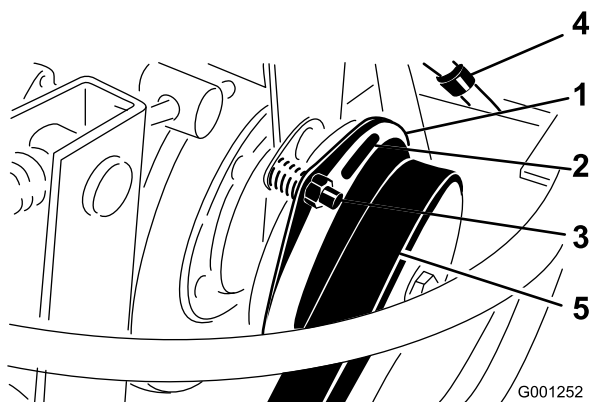

Figure 66
3. Réglez l'entrefer de façon à pouvoir passer une jauge d'épaisseur de 0,38 mm entre la garniture d'embrayage et la plaque de frottement en poussant légèrement (Figure 66). Pour diminuer l'entrefer, tournez l'écrou de réglage dans le sens horaire (Figure 66). L'entrefer ne doit pas dépasser 0,76 mm. Réglez les trois entrefers.